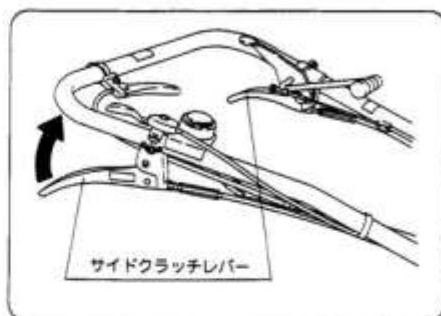

図21
- ① レバーを握るとサイドクラッチが切れ、放すとクラッチが入ります。(図21)